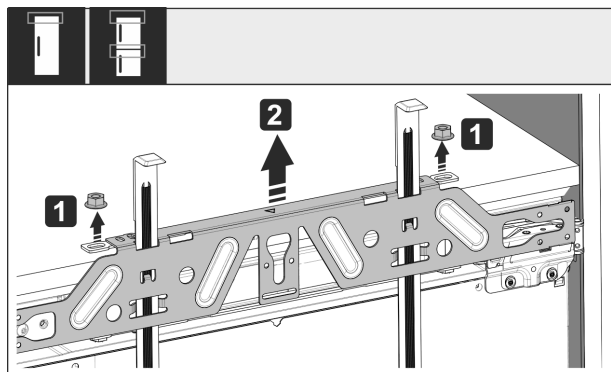

Fig. 55
- Loosen locknuts Fig. 55 (1).
- Remove crosspiece Fig. 55 (2).